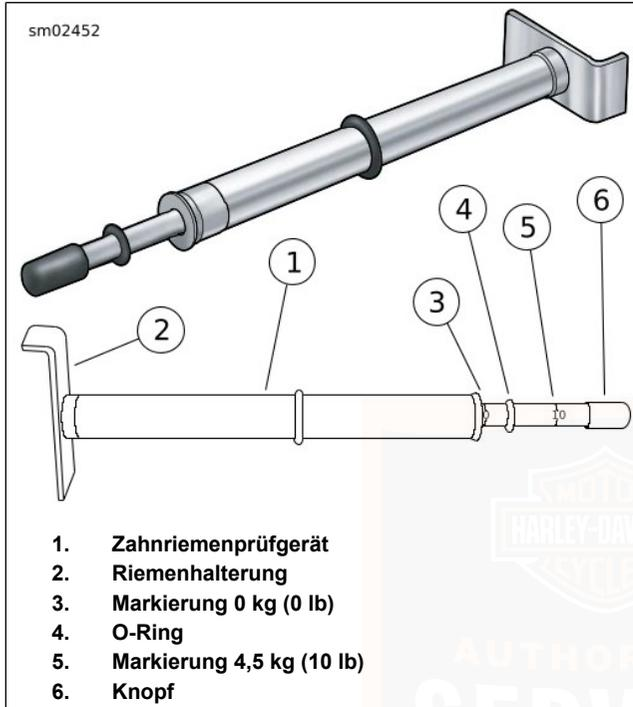

Abbildung 77. Zahnriemenprüfgerät
3. Siehe Abbildung 77. Messung der Riemendurchbiegung mit: